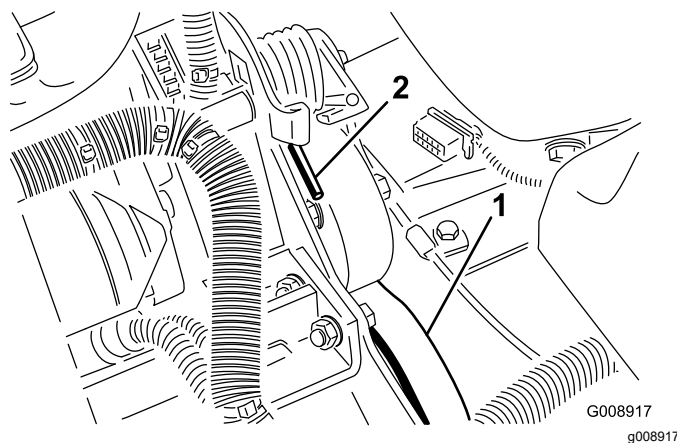

图 77
3. 上下按动弹簧的端部 (图 77) 将其从支架上解开释放弹簧上的张力。